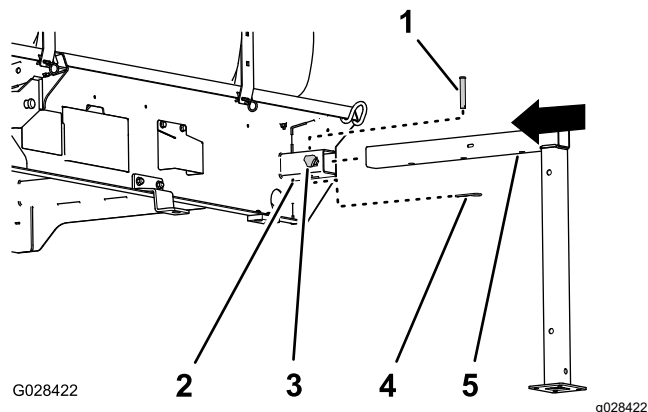

Рисунок 135
1. Совместите переднюю подъемную опору с гнездом под опору в передней части бака (Рисунок 135).
отверстием в верхней части гнезда (Рисунок 135).
4. Заверните рукоятку в гнездо, затянув от руки (Рисунок 135).